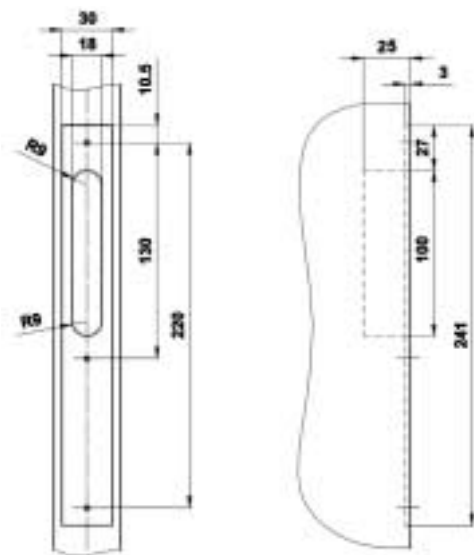

Рисунок 16 – Разметка коробки двери
26. Произведите разметку и установку запорной планки с помощью винтов или шурупов по сопрягаемой с замком коробке двери (рис. 16, 17).